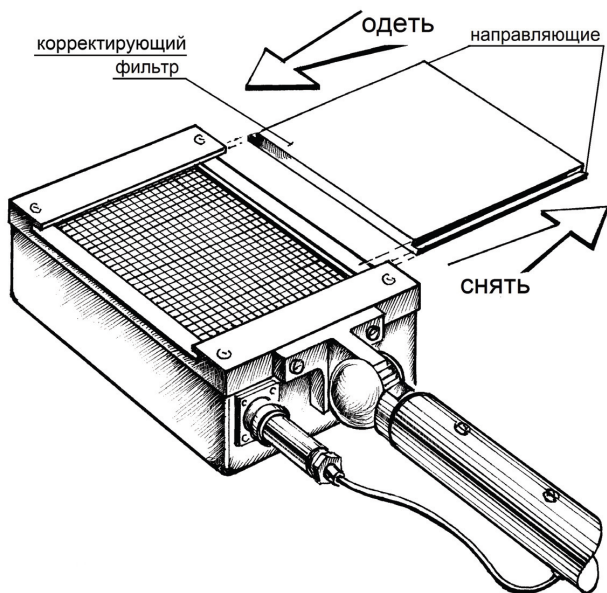

Рис. 6
2.7.2. Измерение плотности потока бета-частиц внешним детектором выполняется без фильтра (открытый детектор). Для этого следует снять фильтр по направляющим (рис.6).
По окончании измерений плотности потока бета-частиц следует одеть фильтр как показано на рис.6.